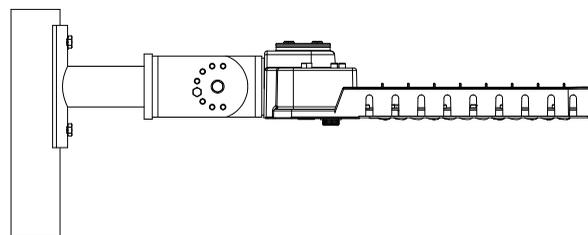

FIG. 15
2. Desserrez les boulons centraux et les vis de réglage sur les côtés du support à tourillon. Réglez l'angle désiré du luminaire, la valeur maximale est de 60° (voir la **FIG. 15**).